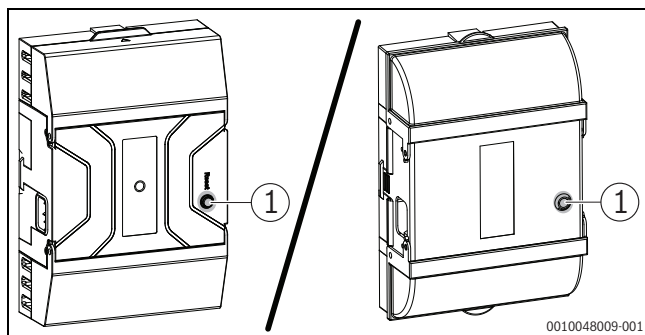

Fig. 76 Réinitialisation des défauts sur l'automate de combustion
- ▶ Appuyer sur la touche de «réarmement» sur l'automate de combustion pendant au moins 5 secondes (→ fig. 76).